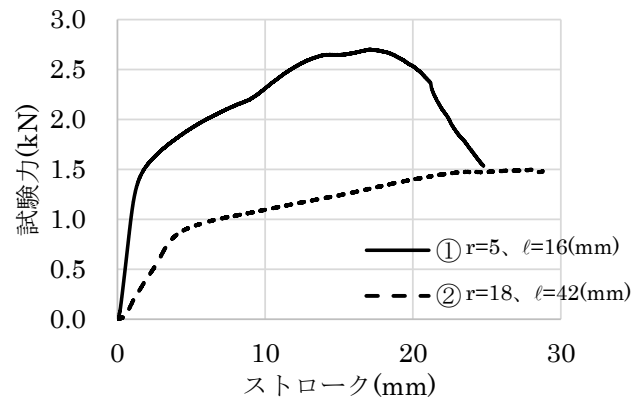
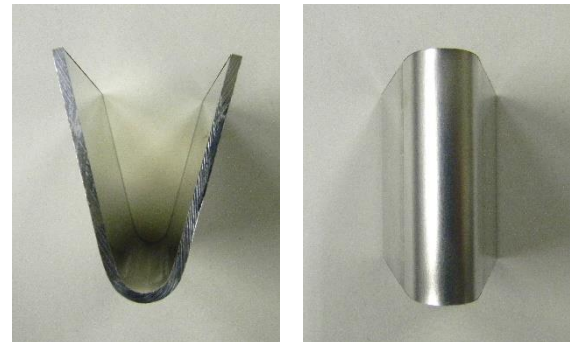

図2 ストローク–試験力曲線
図3 曲げ試験片 条件① $r=5$ 、 $l=16$ (mm)
アルミニウム合金の板材(幅50×長さ100×厚さ2(mm))を試験片として、① $r=5$ 、 $l=16$ (mm)と② $r=18$ 、 $l=42$ (mm)の2条件で曲げ試験を実施しました。図2に試験時のストローク(押金具を下方に押し出した距離)–試験力曲線を示します。支持体間の距離 $l$ が短いほど試験力が大きくなるのがわかります。また、図3に曲げ試験後の試験片写真を示します。湾曲部の外側を観察し、き裂はありませんでした。